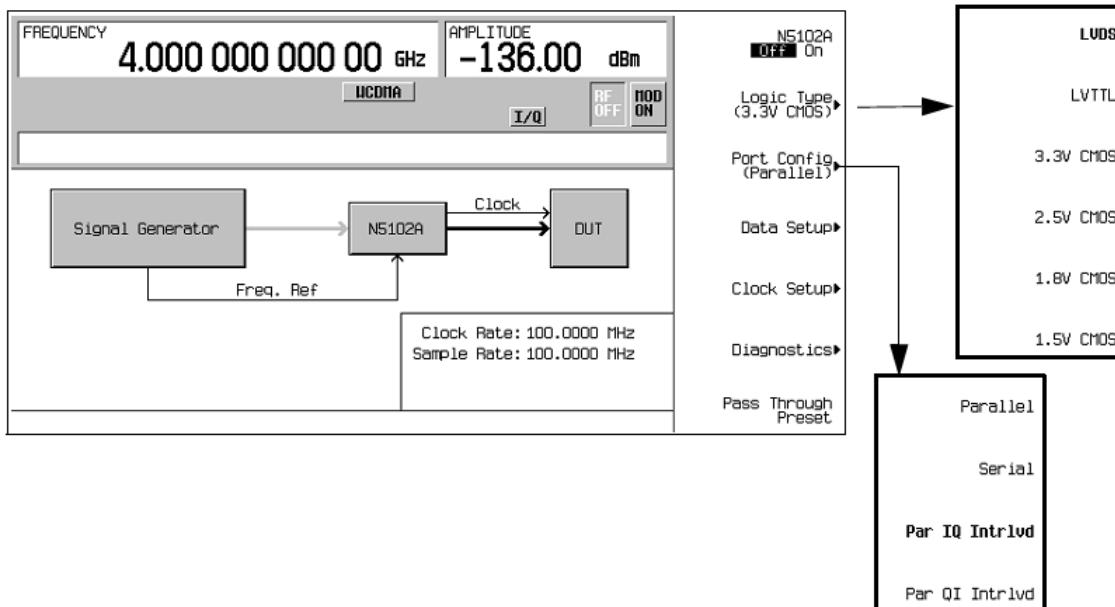

Рисунок 12-10. Меню функциональных клавиш выбора логики и конфигурации порта
1. Нажмите функциональную клавишу **Logic Type** (см. Рисунок 12-10).
3. Нажмите функциональную клавишу **Port Configuration** (см. Рисунок 12-10).